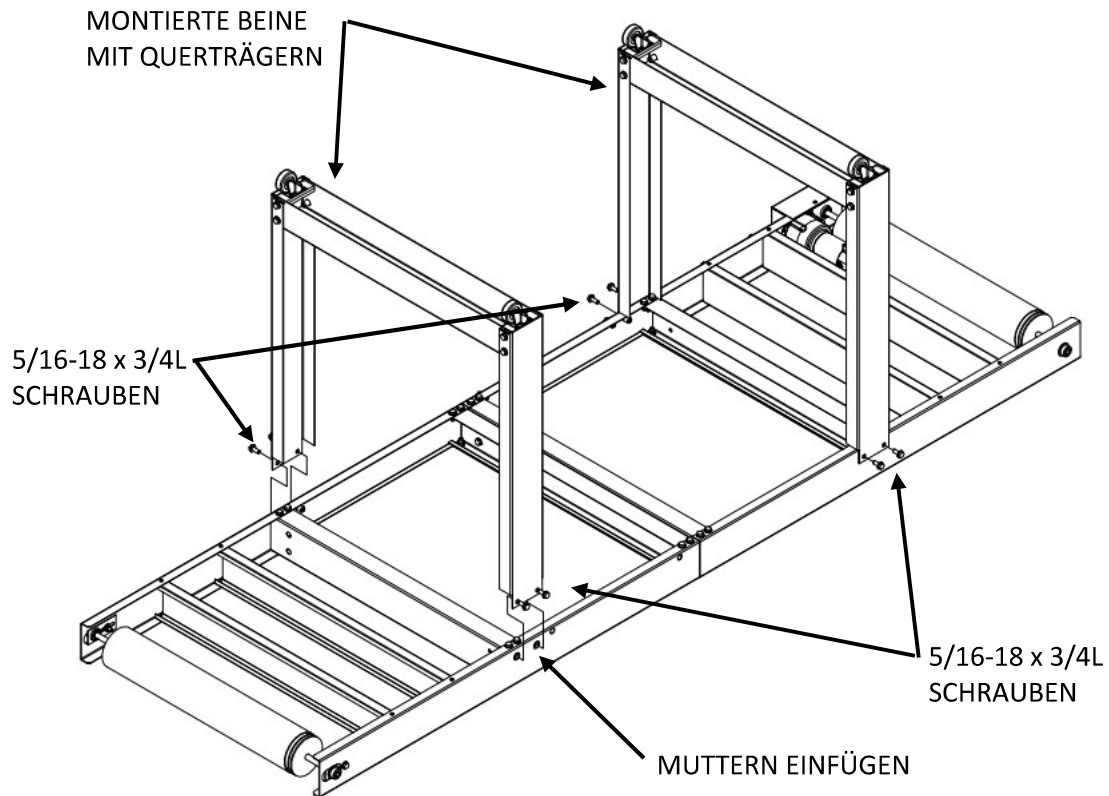

Abbildung 3
7. Legen Sie die zusammengebauten **BEINE** mit **QUERTRÄGERN** über den **FÖRDERER** und richten Sie die Bohrungen der **BEINE** mit den **EINGEFÜHRTE MUTTERN** des **FÖRDERERS** aus (siehe **Abbildung 3**).